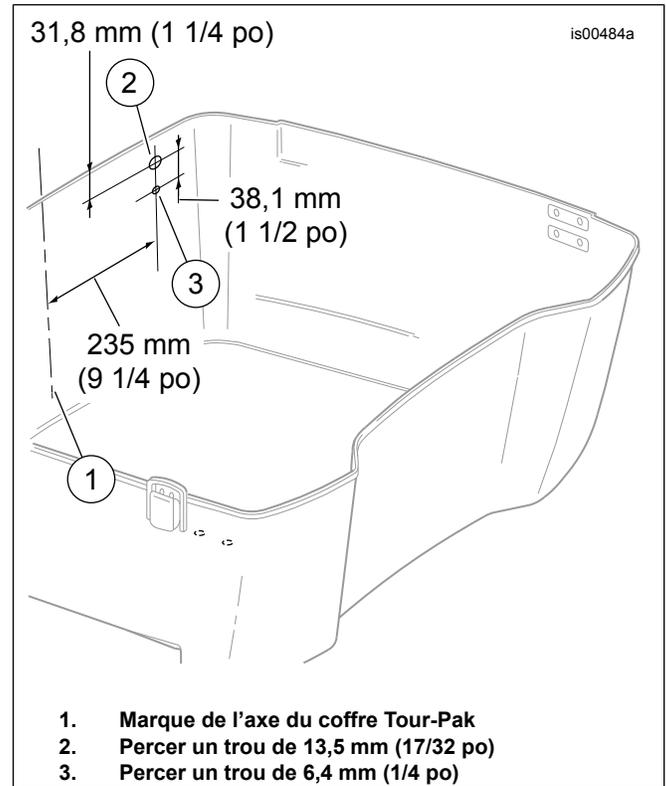

Figure 1. Emplacement du perçage de l'antenne AM/FM du coffre Tour-Pak
4. Voir la Figure 1. Mesurer et déterminer le centre (1) de la paroi arrière extérieure du coffre Tour-Pak.
10. Mesurer vers le bas 31,8 mm (1 1/4 po) à partir du bord supérieur du coffre Tour-Pak sur la ligne verticale de gauche, et tracer une courte ligne horizontale (2) en travers de la ligne verticale.
11. Mesurer vers le bas 38,1 mm (1 1/2 po) à partir de la **première** ligne horizontale et tracer une autre courte ligne horizontale (3) en travers de la ligne verticale.